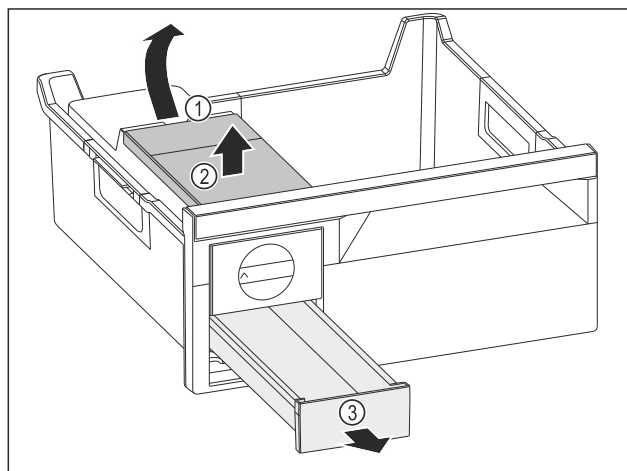

Fig. 241
- Vyjmutí nádržky na vodu: Zvedněte nádržku na vodu za vybrání Fig. 241 (1).
- Nádržku na vodu Fig. 241 (2) vyjměte nahoru.
- Zásuvku na kostky ledu Fig. 241 (3) vyjměte dopředu.